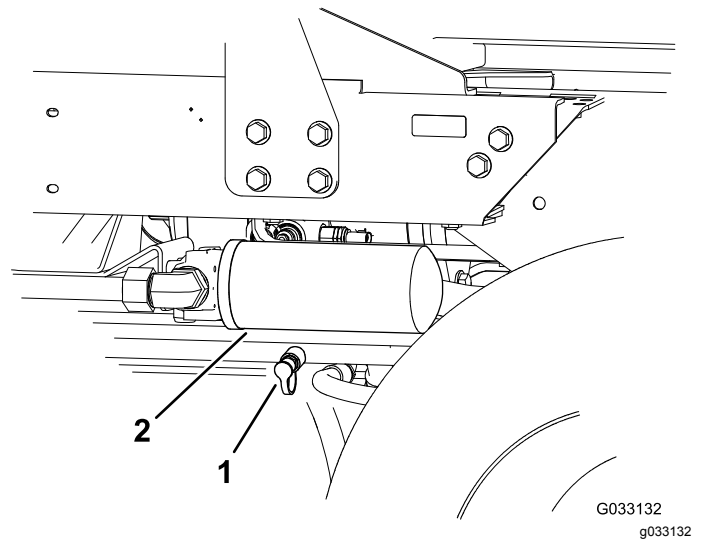

Figura 62
2. Conecte una manguera hidráulica entre el acoplamiento diagnóstico del colector de tracción trasera, y el punto de prueba de presión de tracción en marcha atrás (Figura 62).